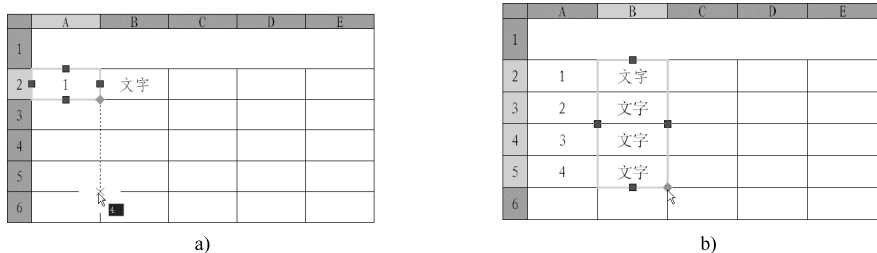

图 7-34 “填充柄”拖动示例
5) 夹点区右下角的夹点为填充柄，单击或拖动填充柄可以自动增加数据，如果拖动的是文字，将对其复制，如图 7-34 所示。